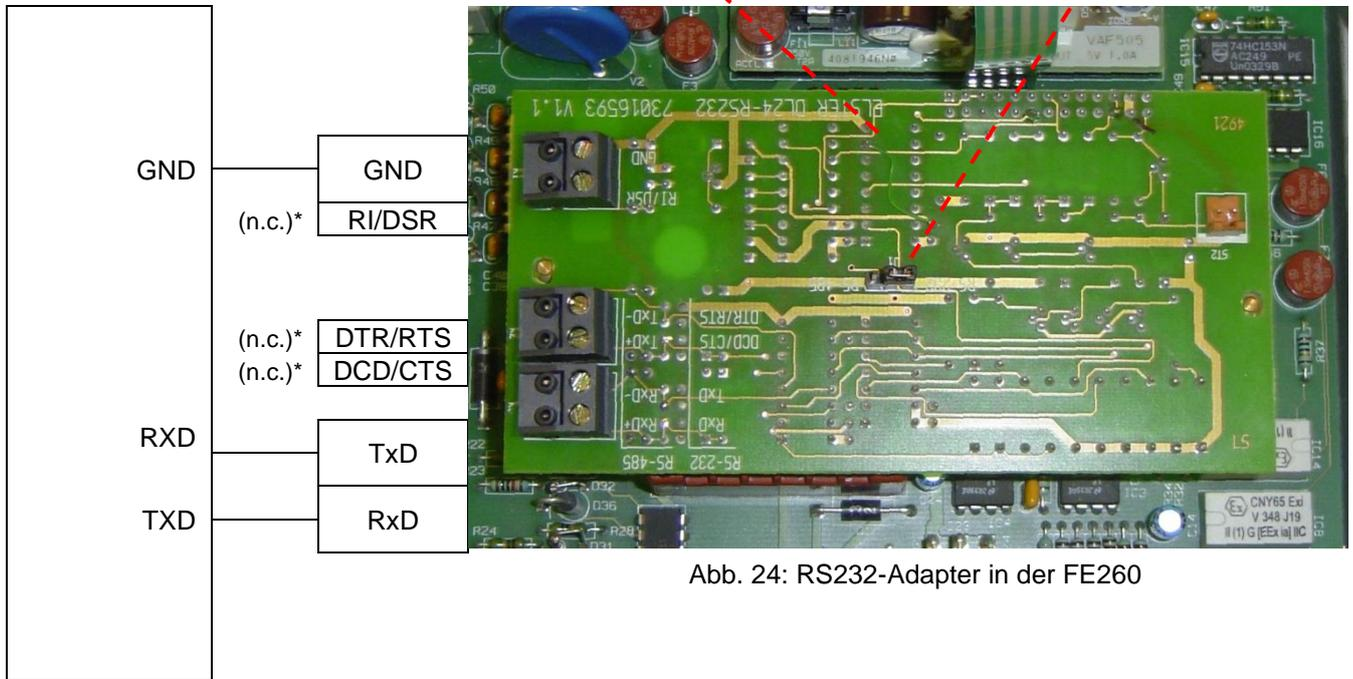

Abb. 24: RS232-Adapter in der FE260
- Bringen Sie die Steckbrücke J1 in die Stellung RS232 (⇒ Abb. 24).